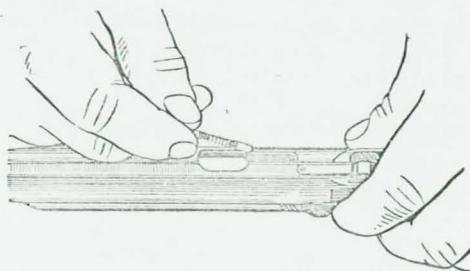

Рис. 23. Присоединение пружины выбрасывателя с фиксатором перевода-чика-предохранителя
10. Собрать затвор. Удерживая затвор левой рукой, большим и указательным пальцами правой руки взять переводчик-предохранитель флагжком вверх и вставить его в большое отверстие затвора так, чтобы цапфа вошла в малое отверстие, расположенное на правой стороне затвора. Удерживая флагжок в вертикальном положении, правой рукой вставить в канал затвора пружину выбрасывателя фиксатором переводчика-предохранителя вниз (рис. 23) (фиксатор переводчика-предохранителя заострен). Положить затвор на стол окном